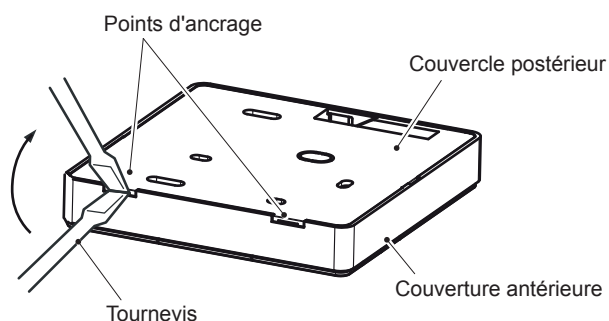

Fig. 5.1
1. Utiliser un tournevis à tête plate pour décrocher les arrêts et retirer le couvercle postérieur de la boîte. Tourner le tournevis comme indiqué sur la figure 5.1 afin d'éviter d'endommager le couvercle.